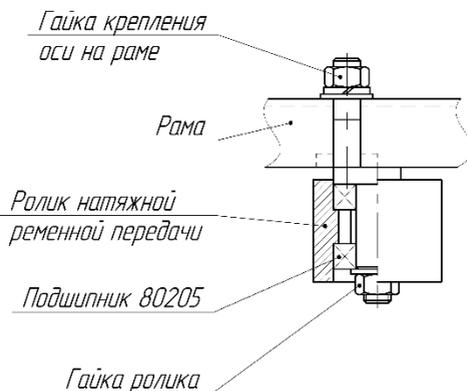

Рис.3 Механизм регулировки натяжения ремней.
9.3 Порядок регулировки натяжения ремней см. рис.3.